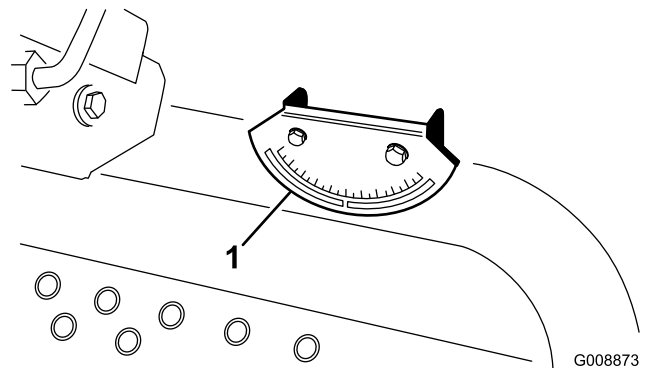

Figure 6
2. Vérifiez que la machine est de niveau en plaçant un inclinomètre à main (fourni avec la machine) sur la traverse de châssis près du réservoir de carburant (Figure 6). L'inclinomètre doit indiquer zéro degré vu de la position de conduite.